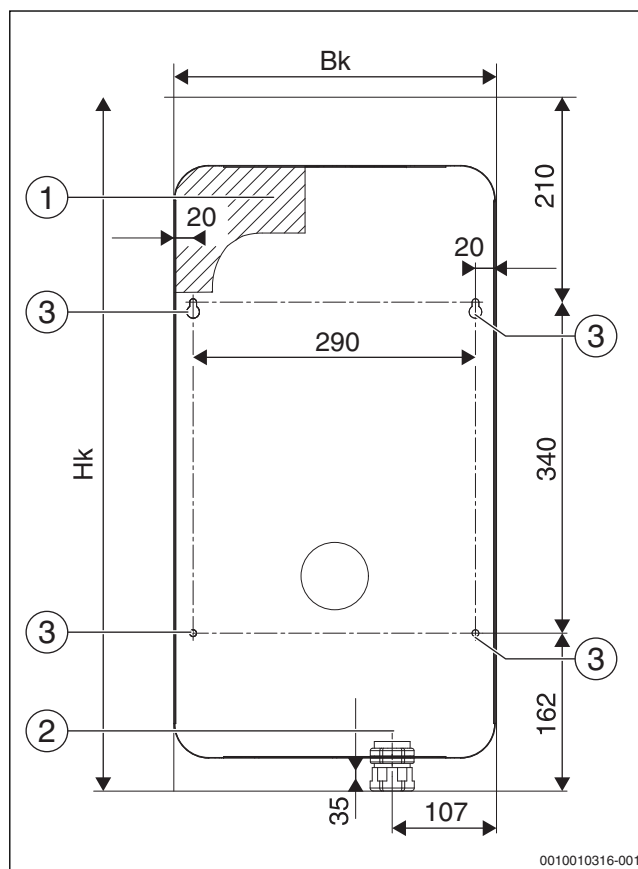

Рис. 8 Размеры отверстий для крепления котла на стене и для питающего кабеля котла Tronic Heat 3500 4–12 кВт
- ▶ Разметьте отверстия для монтажной пластины. Для крепления можно использовать приложенный шаблон (→ рис. 8, стр. 14, [1])